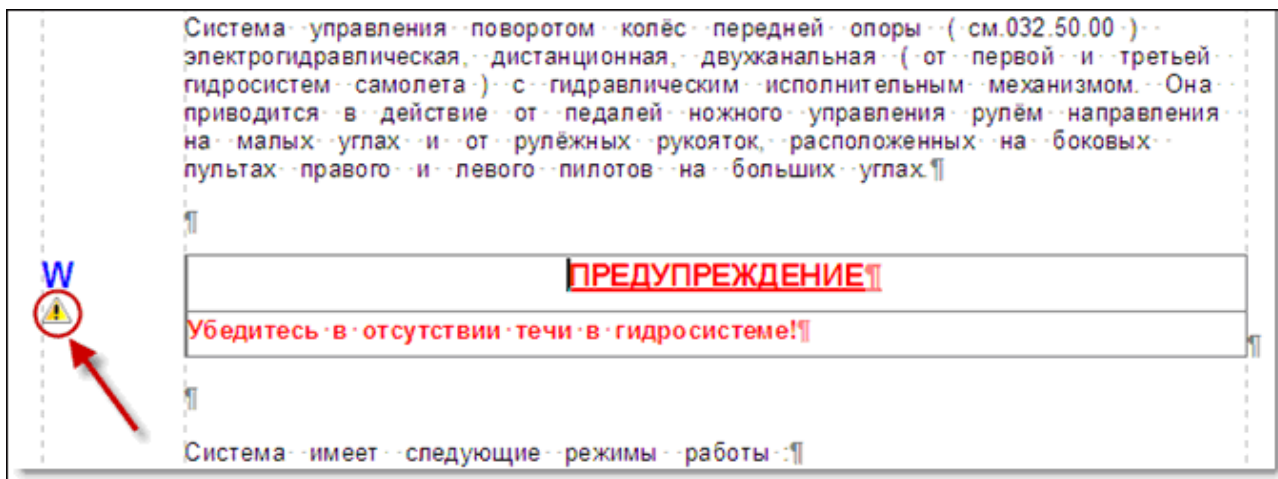

Рис. 3.102
10. Добавьте нужные иконки в правое окно и нажмите на кнопку . После этого произойдет возврат в редактор описательного МД. На левом поле под маркером предупреждения «W» появился значок иконки (Рис. 3.102).